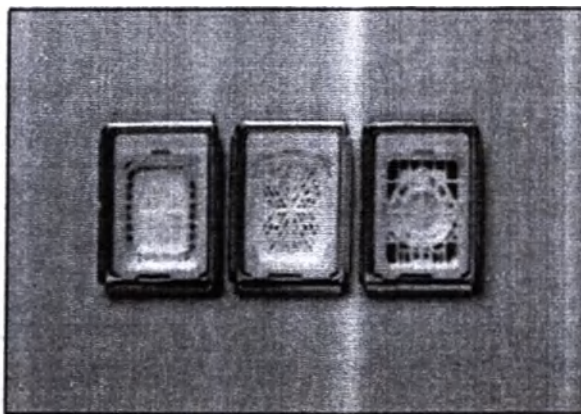

Рисунок 10
2. Положите кассету в заливочную форму перед тем, как налить парафин. (Рисунок 10).